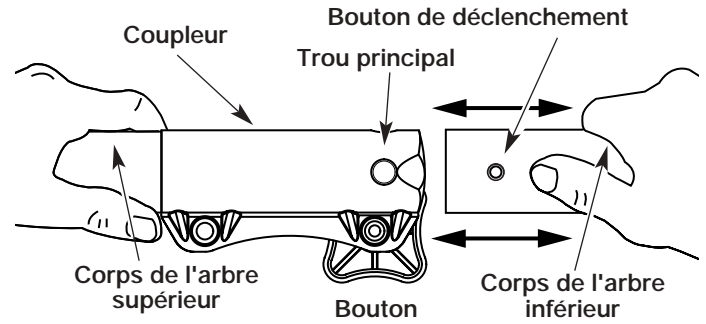

Fig. 6
3. En tenant fermement le logement de l'arbre supérieur, retirez l'accessoire soufflante/aspirateur du couplage (Fig. 6).
3. Tenez fermement l'accessoire et enfoncez-le tout droit dans le coupleur (Fig. 6).
MISE EN GARDE : verrouillez le bouton de déclenchement dans le trou principal (Fig. 6) et vissez bien le bouton avant de faire marcher l'appareil.